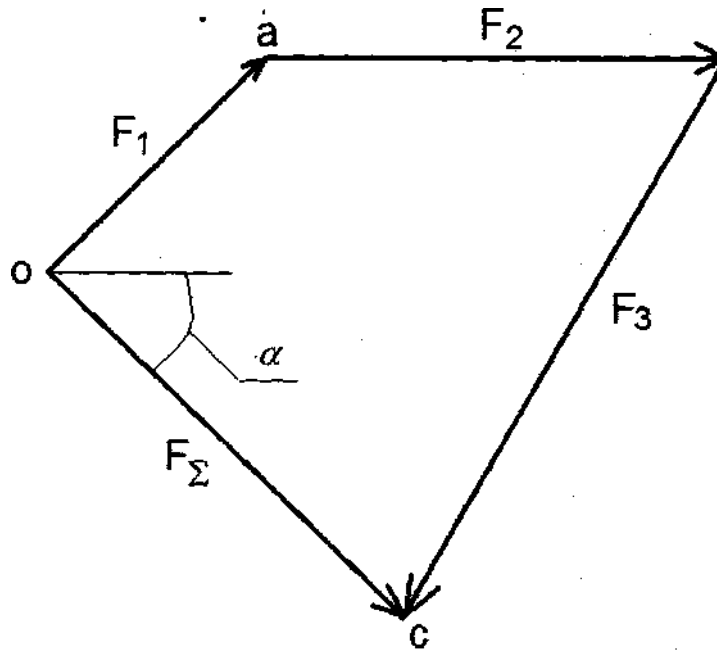

Рисунок 1.3
3. Строим силовой многоугольник (рисунок 1.3). Из произвольной точки откладываем отрезок oa , изображающий вектор силы. Следует помнить, что силы необходимо строить так, как они заданы на рисунке, т.е. с учетом расположения сил под определенными углами и с учетом их направления. К концу отрезка oa (сила F_1) достраиваем отрезок ab , изображающий вектор силы F_2 . Далее к концу отрезка ab достраиваем отрезок bc , изображающий вектор силы F_3 . Проводим равнодействующую силу - это будет вектор, выходящий из начала первого вектора (точки o) и идущий в конец последнего вектора (к точке c)